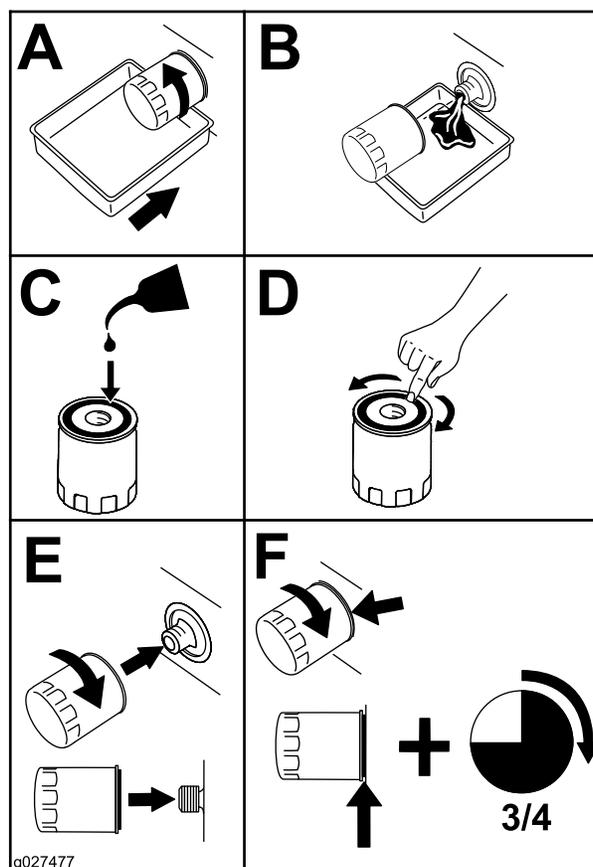

Рисунок 42
5. Замените масляный фильтр двигателя (Рисунок 42).